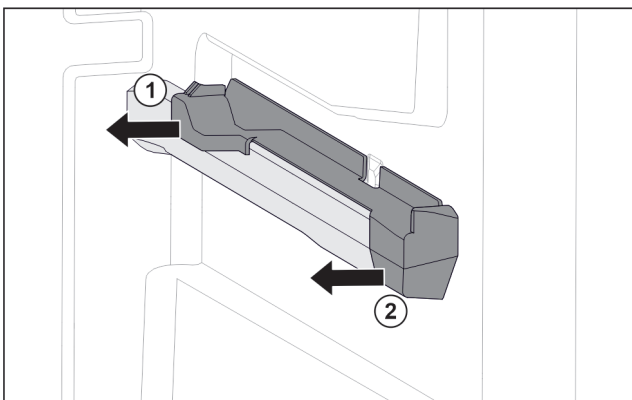

Fig. 71 Insteeklement op rechter containerrib
- ▶ Insteeklement achter naar de zijkant toe eraf trekken. Fig. 71 (1)
- ▶ Insteeklement voor naar de zijkant toe eraf trekken. Fig. 71 (2)